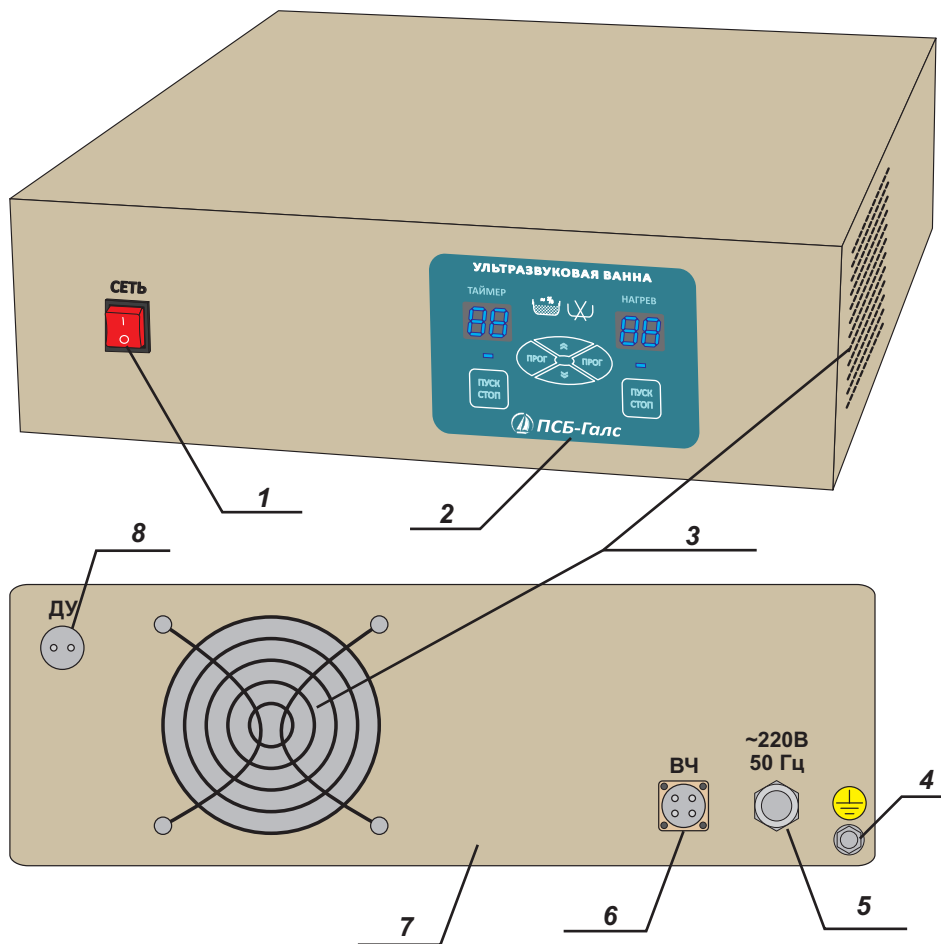

Рисунок 1. Общий вид ультразвукового генератора
- 6.3. Установите ультразвуковой генератор на рабочее место. При этом необходимо выбрать ровную, твёрдую поверхность, чтобы избежать опрокидывания во время работы. Минимальное расстояние от вентиляционных отверстий изделия 3 (рис. 1) до стенки – 50 мм.
- 6.5. Приведите кнопку 1 (рис. 1) "СЕТЬ" в положение "0" (выключено).
- 6.8. Соедините ультразвуковой генератор с погружным ультразвуковым излучателем через разъём "ВЧ" 6 (рис. 1) при помощи ВЧ-кабеля, входящего в комплект поставки.
- 6.13. При подключении к сети корпус ИЗДЕЛИЯ должен быть надёжно заземлён. Для заземления корпуса ИЗДЕЛИЯ в конструкции шнура питания предусмотрена вилка с заземляющим контактом. Подключение ИЗДЕЛИЯ к питающей сети должно производиться через розетку, имеющую заземляющий контакт. Если в Вашей электросети не используется заземляющий контакт, необходимо дополнительно заземлить ИЗДЕЛИЕ, используя винт заземления 4 (рис. 1). Использование ИЗДЕЛИЯ без заземления запрещено.
- 7.1. Включить питание ультразвукового генератора при помощи кнопки 1 "СЕТЬ" (рис. 1). При этом загорится световая индикация питания ИЗДЕЛИЯ 1 (рис. 1) и цифровые индикаторы блока управления 10 и 5 (рис. 3).
- 7.2. На цифровой панели управления изделия 2 (рис. 1) установить время работы ИЗДЕЛИЯ при помощи кнопки 1 "ПРОГ" (рис. 3).
7.5. По окончании работы выключить ультразвуковой генератор при помощи кнопки "ПУСК/СТОП" 8 (рис. 3), выключить питание ИЗДЕЛИЯ кнопкой 1 "СЕТЬ"(рис. 1), отключить вилку сетевого шнура от электрической сети, дать остыть раствору 15-20 мин. и слить моющий раствор. Затем погружной ультразвуковой излучатель промыть чистой водой и протереть его поверхность сухой тряпкой.